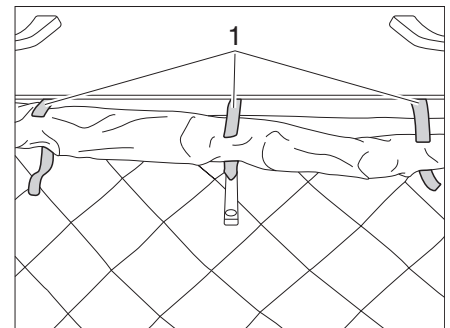

Figura 42 Abrir los cierres de velcro
- Abrir los tres cierres de velcro (Figura 42,1) del fuelle de tela.
- Enrollar con cuidado el fuelle de tela en la zona de bloqueo y fijarlo con tres cierres de velcro (Figura 42,1).